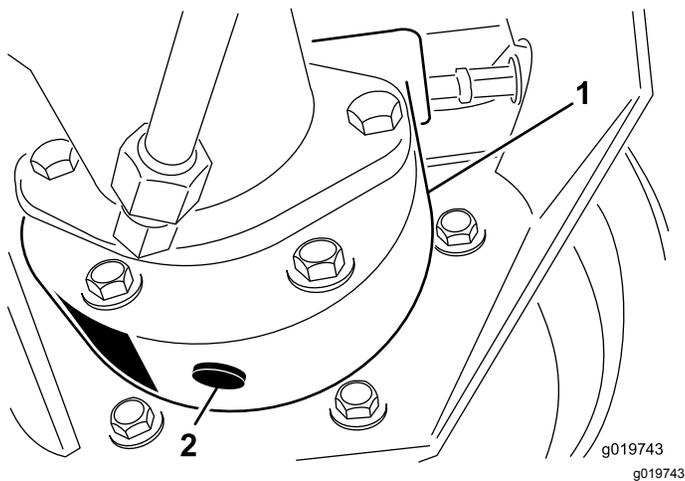

Figura 73
- Coloque o recipiente de escoamento por baixo da estrutura do travão, retire o tampão e deixe o óleo escorrer para o recipiente (Figura 73).